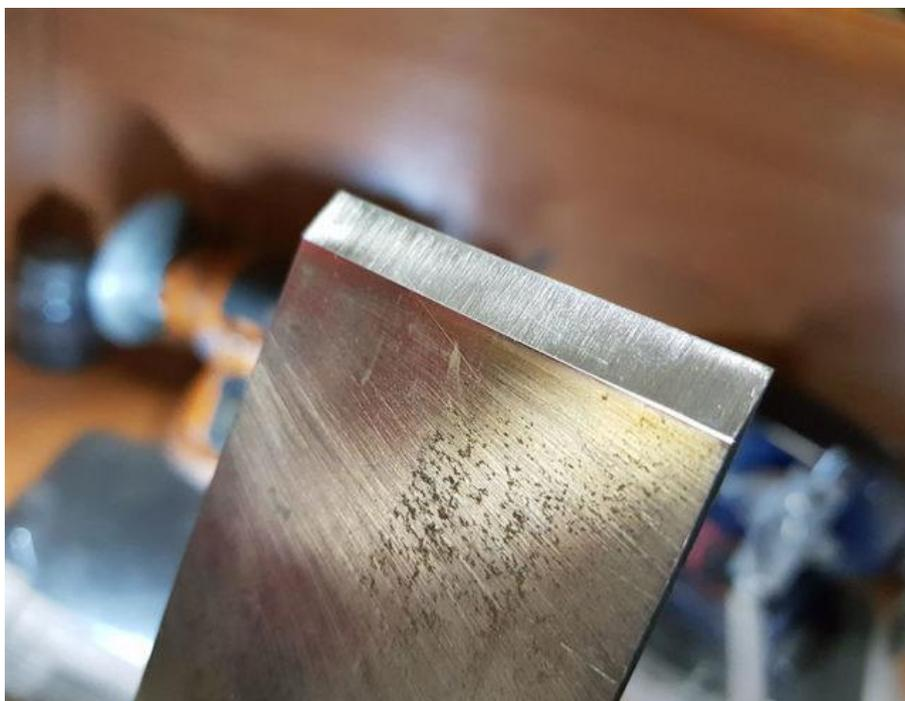

Рис. 23. Обработанная кромка ножа рубанка.
5. После черновой переточки берут камень с мелким зерном и повторяют на нем ту же самую процедуру, чтобы как следует отшлифовать обработанную кромку (Рис. 23).